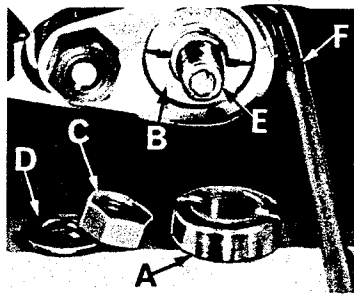

Fig. 14
Die SticHLänge wird durch das Zusammenwirken der verwendeten Transportexzenter bestimmt. Der außenliegende (linke) Exzenter (A, Fig. 14) betätigt den Haupt- oder hinteren Transporteur, während der innere (rechts liegende) Exzenter (B) den Differential- oder vorderen
Length of stitch is determined by the combination of feed eccentrics used. Outer (left) eccentric (A, Fig. 14) actuates main (rear) feed dog; while the inner (right) eccentric (B) actuates the differential (front) feed dog.